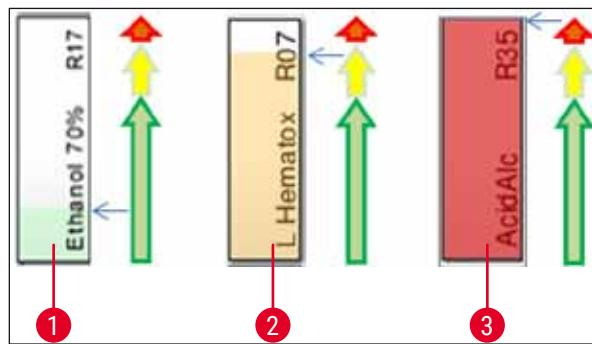

Fig. 69
- Bakgrunnsfarge (→ "Fig. 69")
- Bakgrunnsfargen viser forbruksstatusen for reagensen (→ "Fig. 69"). Etterhvert som reagensen forbrukes, stiger fargestolpen fra bunnen til toppen og endrer farge i samsvar med forbruksstatusen.